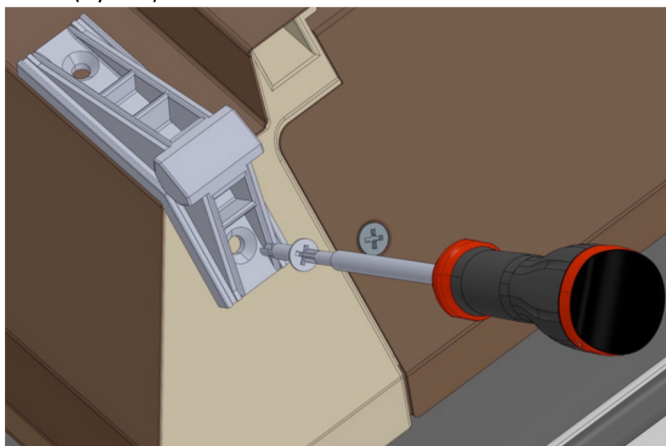

Rys.7
- 4) Za pomocą wiertła $\varnothing 4$ wywiercić otwór w dolnym poszyciu blachy (Rys.7) a następnie przymocować za pomocą zestawu śruby **[d]** M4x20, nakrętki **[e]** M4 oraz O-ringa **[f]** w sposób pokazany na (Rys.8)